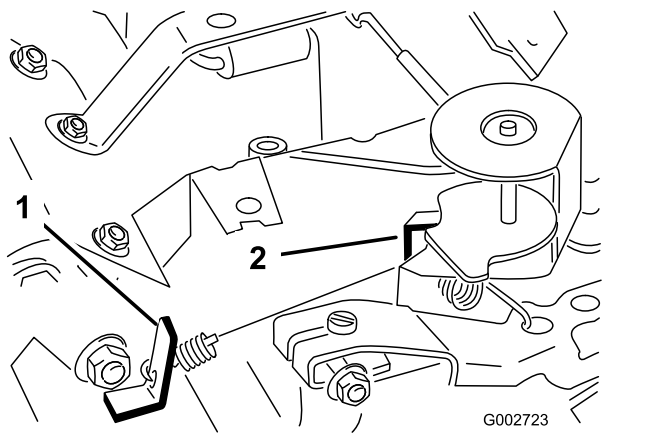

図 40
3. 調速アイドルスプリングアンカーの耳 (図 40) を曲げて、エンジン速度を 1,675-1,175 rpm に調整する。
6. 高速アイドルスプリングアンカーの耳(図 40)を曲げて、エンジン速度を 3,350-3,450 rpm に調整する。